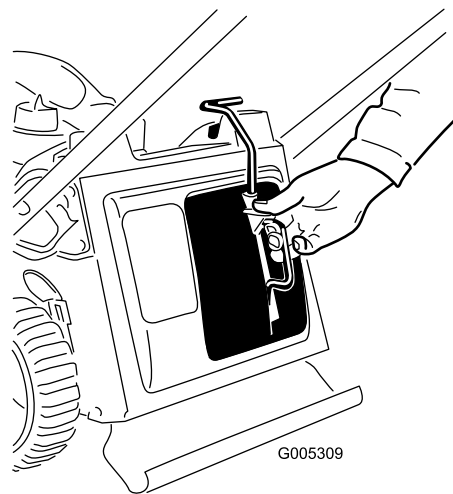

Рисунок 34
3. Установите заглушку для мульчирования (Рисунок 34).